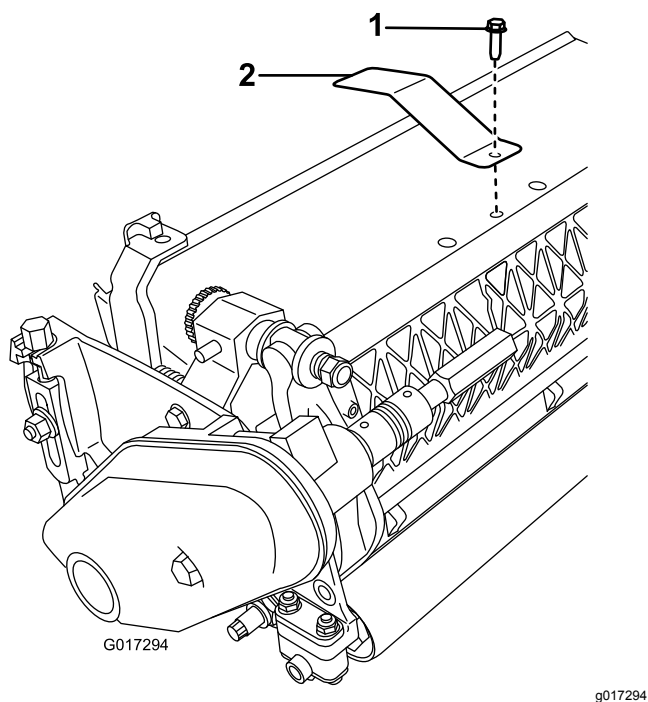

Рисунок 13
2. Снимите средний болт щитка-отражателя травы (Рисунок 13).
3. Установите отражательную пластину на верхнюю поверхность режущего блока (под пластмассовый кожух), используя ранее снятый болт (Рисунок 13).